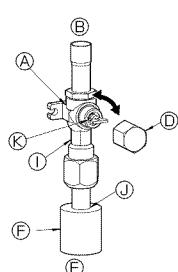
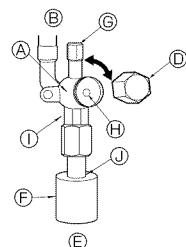

Fig. 4-5
Fig. 4-6
(1) Côté gaz (Fig. 4-5)
- ① Enlever le capuchon, ramener la poignée vers soi et la tourner d'un quart de tour en sens inverse des aiguilles d'une montre pour ouvrir la vanne.
- ② Vérifier que la vanne d'arrêt est complètement ouverte, appuyer sur la poignée et tourner le capuchon pour le ramener sur sa position d'origine.
(2) Côté liquide (Fig. 4-6)
- ① Retirez le bouchon, et tournez la tige de soupape à fond dans le sens antihoraire avec une clé hexagonale de 4 mm. Arrêtez de tourner quand elle frappe la retenue. (ø6,35, 1/4 inch: env. 4,5 tours) (ø9,52, 3/8 inch: env. 10 tours)
⑧ Côté appareil
⑨ Côté de fonctionnement
⑩ Capuchon
⑪ Côté tuyau local
⑫ Gaine du tuyau
⑬ Orifice pour l'entretien
⑭ Orifice pour la clé
① Côté clé double